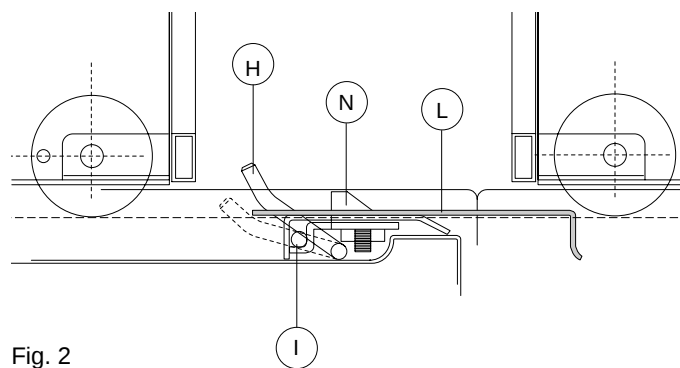
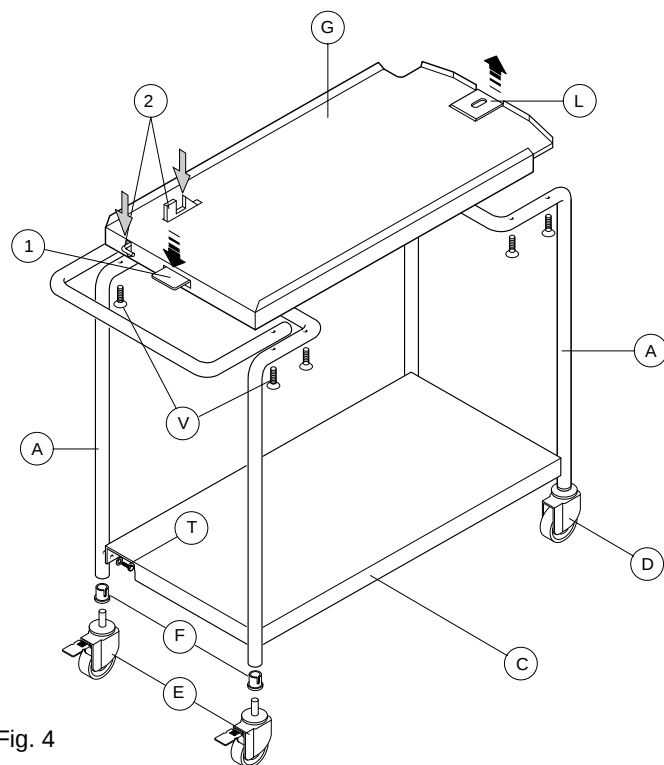

Fig. 2
Fig. 4
- la leva "L" vada ad agganciarsi facilmente con il nasello "N" (fig.2), eventualmente regolare la vite di scorrimento leva "L" posizionata sotto il ripiano "G" del carrello (fig.4).
- il fermo "H" venga sbloccato dalla leva del carrello "L" (fig.2) e permetta lo scorrimento della struttura carrellata.
1.3 Carrello per struttura scorrevole (fig.4)
- lever "L" must be easily coupled to catch "N" (fig. 2) and adjust the sliding screw of lever "L" positioned under shelf "G" of the trolley, if necessary (fig.4).
- clamp "H" is released by the trolley lever "L" (fig. 2) carrying out the sliding of the unit with runners.
1.3 Trolley for sliding unit (fig. 4)
- si le levier "L" s'accroche facilement au mentonnet "N" (fig. 2), régler éventuellement la vis de coulissement levier "L" positionnée sous la tablette "G" du chariot (fig.4).